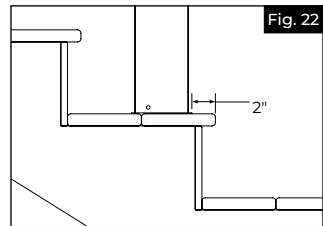

Fig. 22
a. Determine la ubicación del poste. Puede haber un máximo de 5 contrahuellas entre los postes. Las chapas base de los postes deben colocarse a 2" de la saliente de la escalera (Fig. 22). Instale los postes siguiendo las instrucciones de la sección de barandal plano.